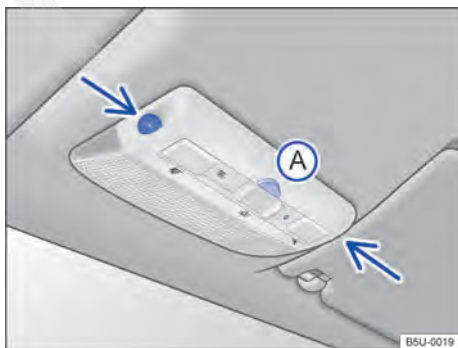

Fig. 26 No console do teto: sensores de monitoramento do interior do veículo e tecla **(A)** para desligar o monitoramento do interior do veículo.
O monitoramento do interior do veículo dispara o alarme com o veículo travado, se reconhecer movimentos no interior do veículo. O sensor e o receptor estão localizados no conjunto da lanterna de leitura → Fig. 26 (setas). ▶
- Pressionar a tecla → Fig. 26 (A). No painel de instrumentos, a luz de controle se acende.